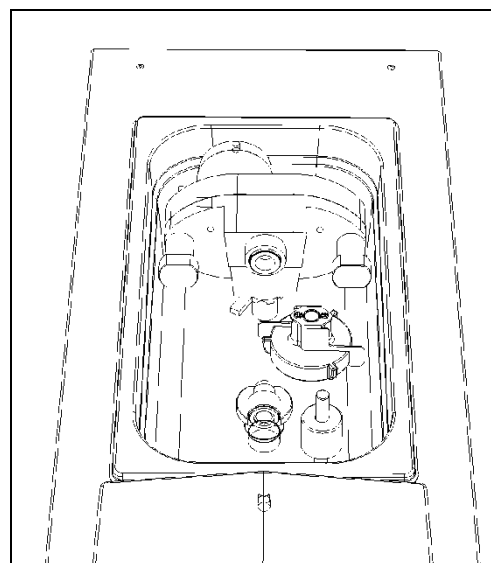

Fig. 24
- **U**ne fois tous les composants du cylindre congélateur remontés, placer tous les composants du bac supérieur dans la même position qu'ils occupaient avant leur entretien (voir figure 24).